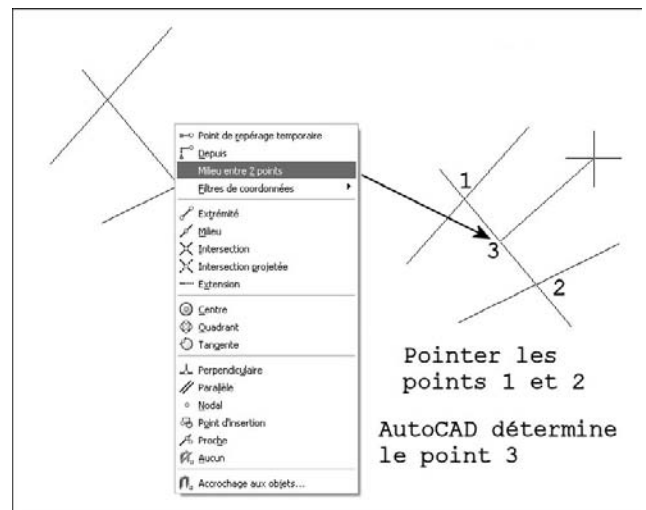

Fig.3.10
- Une option d'accrochage supplémentaire **M2P** permet de trouver le milieu entre deux points pointés à l'écran. Elle doit être entrée au clavier ou via le menu contextuel des accrochages aux objets (touche Maj + clic droit sur la souris) (fig.3.10).